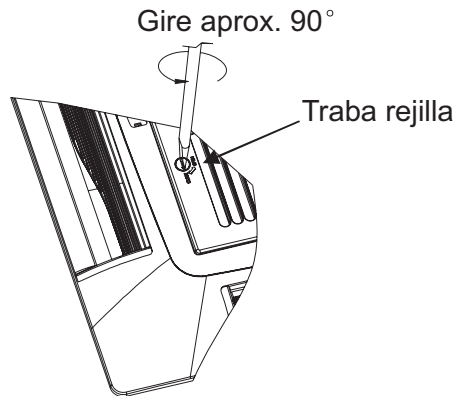

Fig.22
1. Para abrir la rejilla, gire la traba de ésta en sentido antihorario de posición horizontal a vertical (Fig. 22)